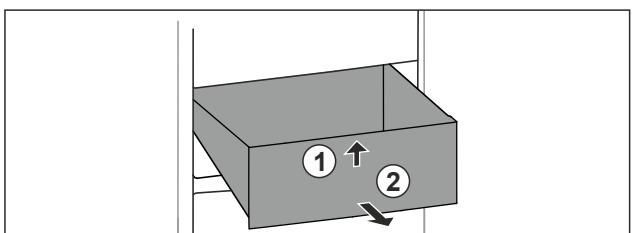

Fig. 56
- Підніміть висувний ящик спереду. Fig. 56 (1)
- Вийняти висувний ящик рухом вперед. Fig. 56 (2)